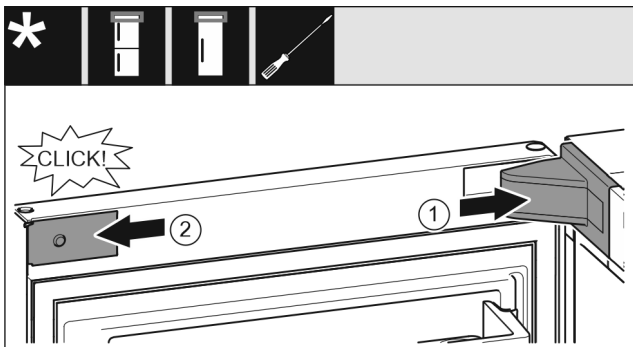

Fig. 20
- ▶ Vendosni kapakun mbulues të bazamentit mbështetës dhe mbërthejeni në vend, duke i ndarë nga njëri-tjetri nëse nevojitet. *Fig. 20 (1)*
- ▶ Vendosni panelin mbulues anash dhe mbërthejeni në vend. *Fig. 20 (2)*